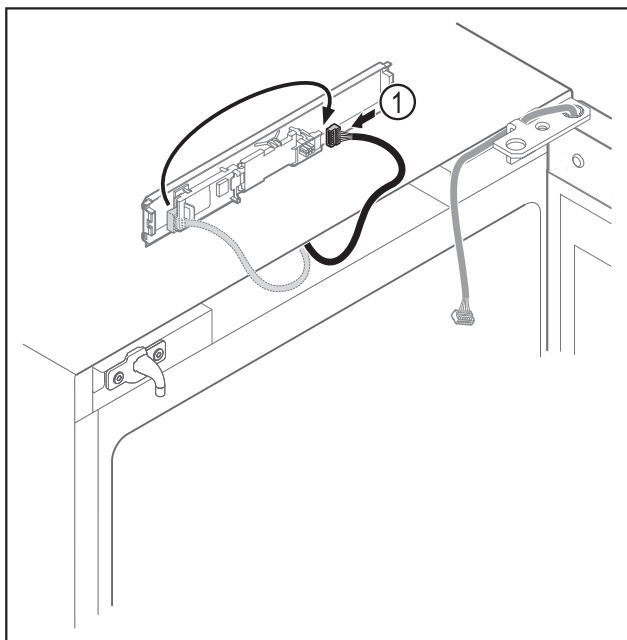

Fig. 14
- ▶ Переставити штекер Fig. 14 (1) на плиті.